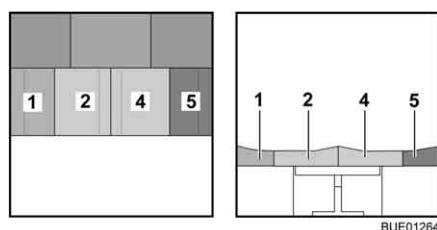

Fig. 77 Après la transformation
- Placer les coussins de dossier (Fig. 77,1 et 5) entre les coussins d'assise et la paroi extérieure. Observer la forme deltoïde.